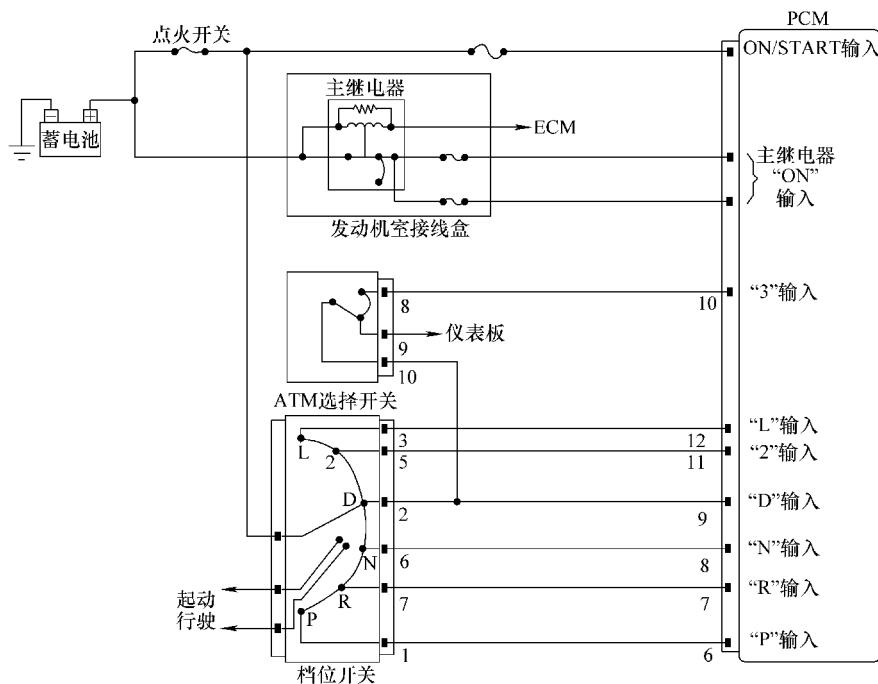

图 6-23 变速器档位开关控制电路
- ① 断开“变速器档位开关”插接器插头。
- ② 点火开关置 ON 位置。
- ③ 如图 6-23 所示, 使用万用表测量档位开关线束插接器各个端子与搭铁之间的电压, 规定值见表 6-8。电压是否在规定值范围?